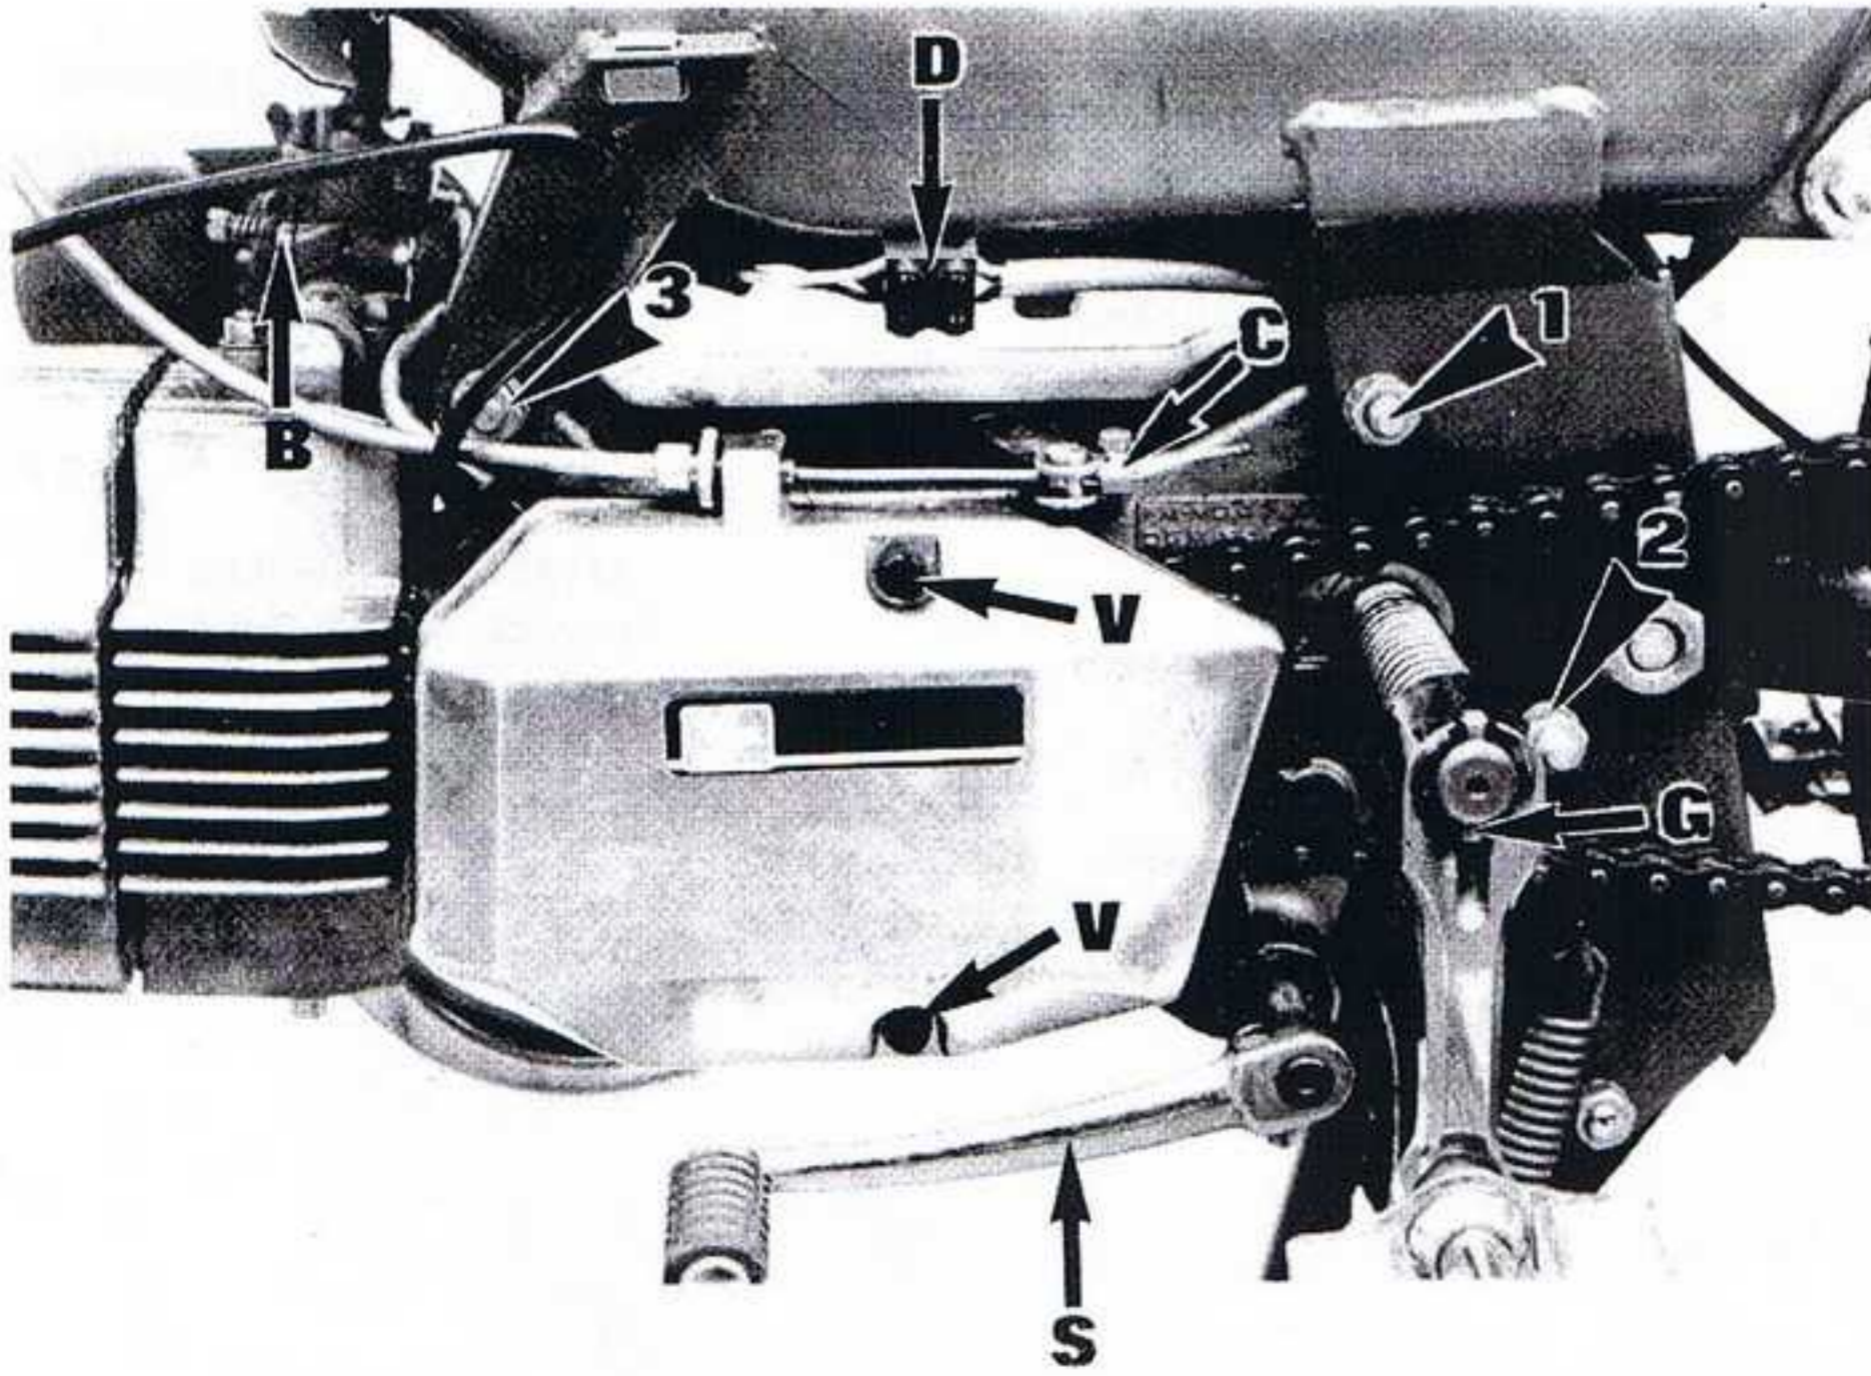

fig.2
- Manivelle gauche : chasser la goupille (G) et le ressort (fig.2).
● Déposer le levier de commande de boîte (S) (fig.2).
● Déposer le couvercle de volant magnétique, côté gauche; 2 vis le maintiennent en place (Vis V fig. 2).
● Débrancher les fils de masse et d'éclairage. La jonction se fait par l'intermédiaire d'un domino (D) (fig.2) situé sous le cadre au-dessus du moteur.
● Débrancher le câble d'embrayage (C) (fig.2): Dévisser la vis du serre-câble (7/plats) située à la poignée du guidon.
● Désaccoupler le carburateur: Desserrer la vis de blocage (B) (fig.2) du collier et déboîter le carburateur par rapport à la tubulure (le laisser suspendu à son câble).
● Dévisser les 3 écrous de boulons (1-2-3) (fig.2) de fixation moteur (13/plats). Enlever les 2 vis arrière (1 et 2) et basculer l'arrière du moteur vers le bas (récupérer l'entretoise de la vis supérieure), soutenir le moteur en enlevant la vis avant (3).